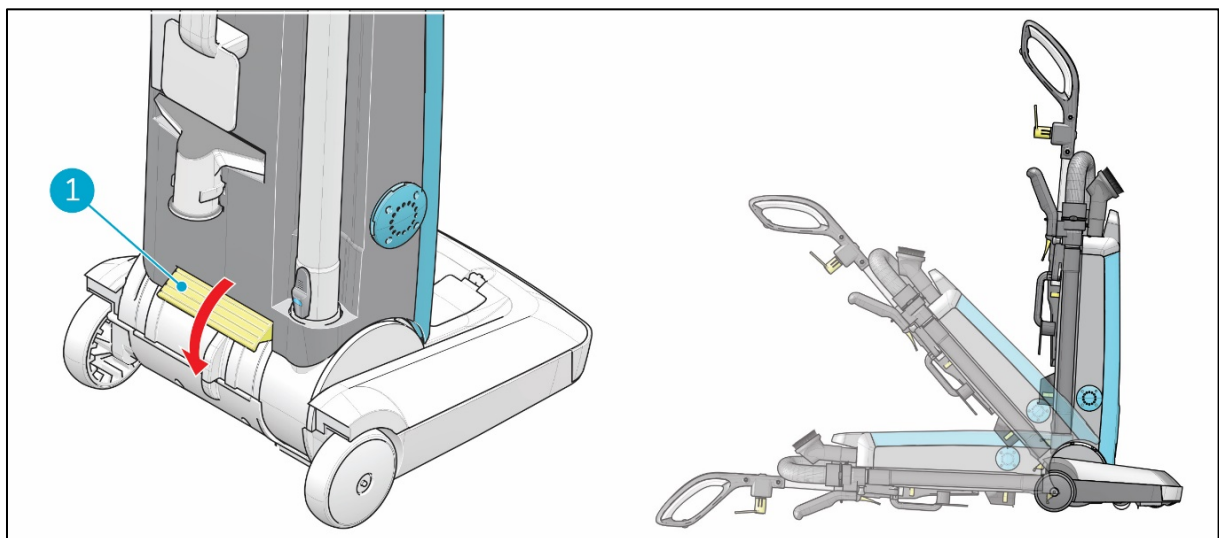

Figura 16
1. Prima o interruptor de posição (Figura 16, posição 1) para desbloquear o corpo principal do i-vac 30UR da posição vertical.